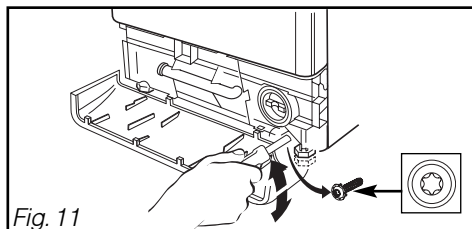

Fig. 11
– Desserrez les 2 vis servant au blocage des pieds à l'aide d'un tournevis TORX T20 (Fig. 11).